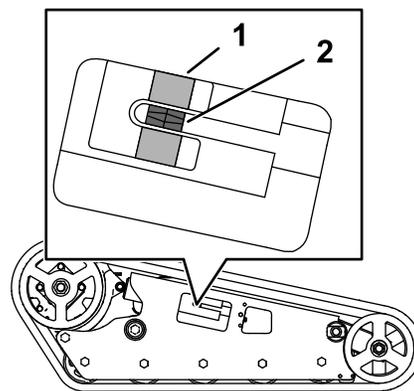

Figura 58
Verifique se o bloco de tensão está alinhado com a guia verde no autocolante ou se o bloco está a 13 mm de distância da parte de trás da ranhura do tubo de tensão (Figura 58).
4. Utilizando uma chave de $\frac{1}{2}$ polegada, rode o parafuso tensionador até o bloco de tensão se alinhar com a guia verde no autocolante ou ficar a 13 mm da parte de trás da ranhura do tubo de tensão (Figura 58).
8. Verifique se o bloco de tensão está alinhado com a guia verde no autocolante ou se o bloco está a 13 mm de distância da parte de trás do tubo de tensão de ambas as lagartas (Figura 58). Efetue um novo ajuste, se necessário.